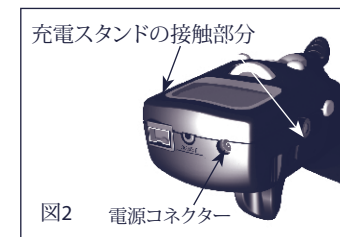

図 2
- 3) 電源アダプターを (電源の) 供給源に差込み、本機の電源コネクタに接続してください (図 2 を参照)。充電スタンドを利用する場合は、本機を充電スタンドにセットし、プラグを充電スタンドに接続してください。バッテリーを完全に充電するにはおおよそ 2 時間、80% 充電するにはおおよそ 1 時間かかります。本機を使用する前にバッテリーを完全に充電することをお勧めします。